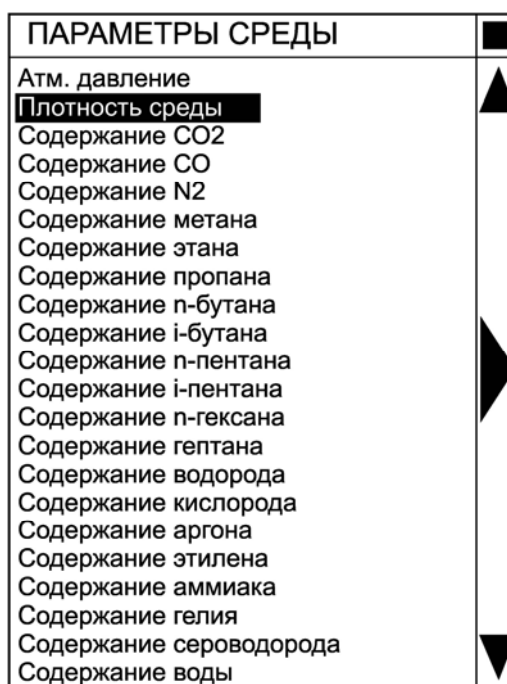

Рис.21 – Меню «Параметры среды»
3.4.7.5.1 При открытии меню «Параметры среды» появляется экран, представленный на рис. 21.